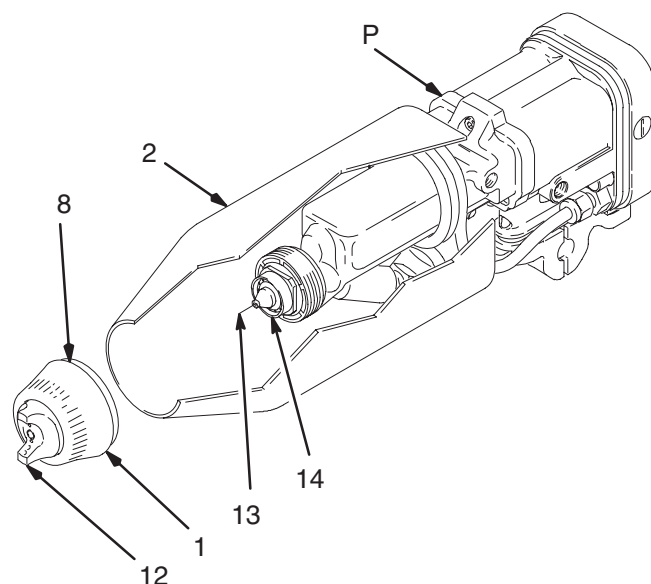

Fig. 11
2. Déposer l'ensemble du chapeau (1, 12) et du capot de protection du pistolet (2). Voir la Fig. 11.
3. Nettoyer la buse (14), le capot de protection (2), et l'extérieur du pistolet (P) à l'aide d'un chiffon imbibé de solvant. Éviter de faire pénétrer du solvant dans les passages d'air. A chaque fois que cela est possible, pointer le pistolet vers le bas pendant le nettoyage.
4. Si de la peinture semble être restée dans les passages d'air de la buse (14), retirer le pistolet pour le réparer.
5. Nettoyer le chapeau d'air (12) à l'aide de la brosse à poils doux et du solvant ou l'immerger dans un solvant compatible et l'essuyer proprement.